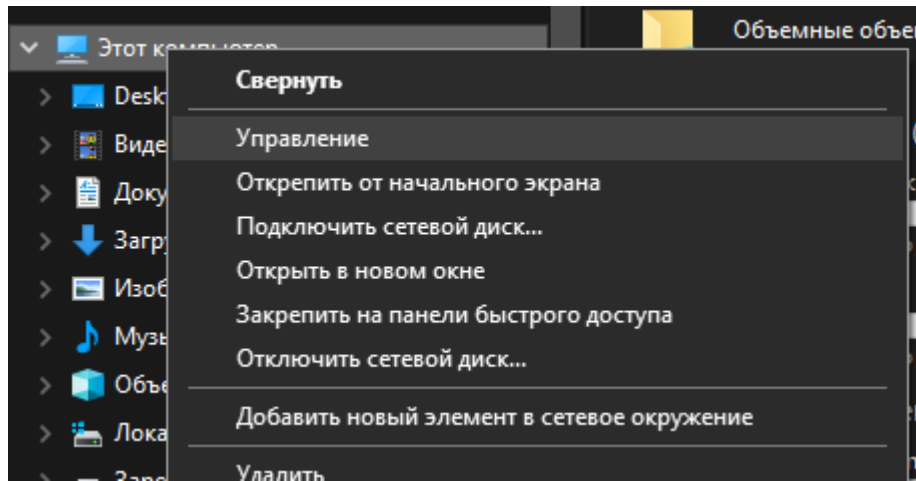
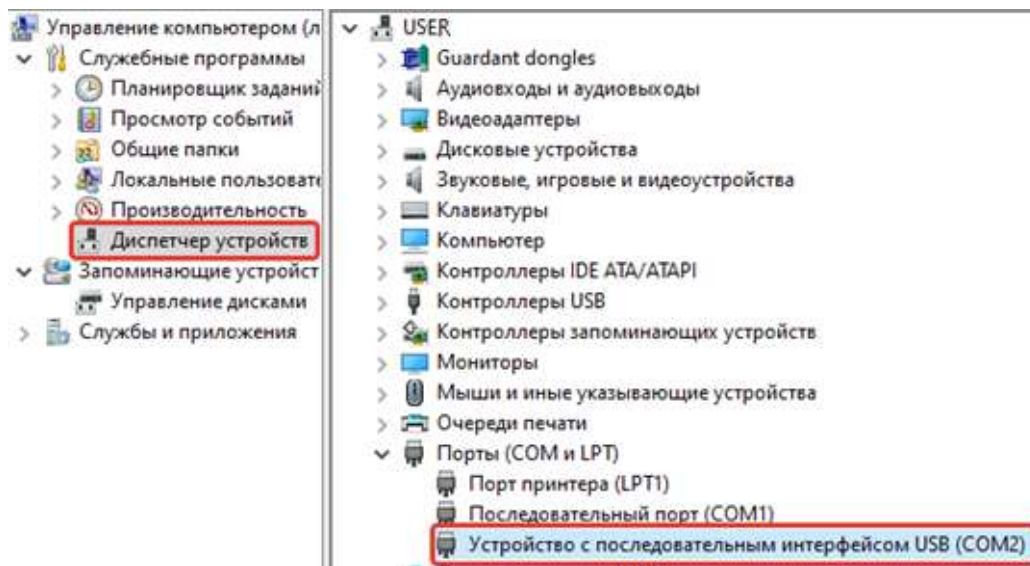

Рисунок 3 – Пункт «Управление» во вкладке «Этот компьютер»
Рисунок 4 – PA-25 в списке COM-портов
3. Проверить появление COM-порта в Диспетчере устройств ПК. Для этого зайти в «Проводник», правой кнопкой мыши нажать на «Этот компьютер» и выбрать пункт «Управление» (см. рисунок 3). В открывшемся окне нажать на пункт «Диспетчер устройств», а затем найти в нем пункт «Порты (COM и LPT)» и щелкнуть по символу «>» рядом с его названием. В открывшемся списке отобразится COM-порт подключенного устройства (см. рисунок 4). Если PA-25 не определился в операционной системе ПК виртуальным COM-портом, нужно установить драйверы на ПК и/или заменить кабель (кабели) и повторить подключение.